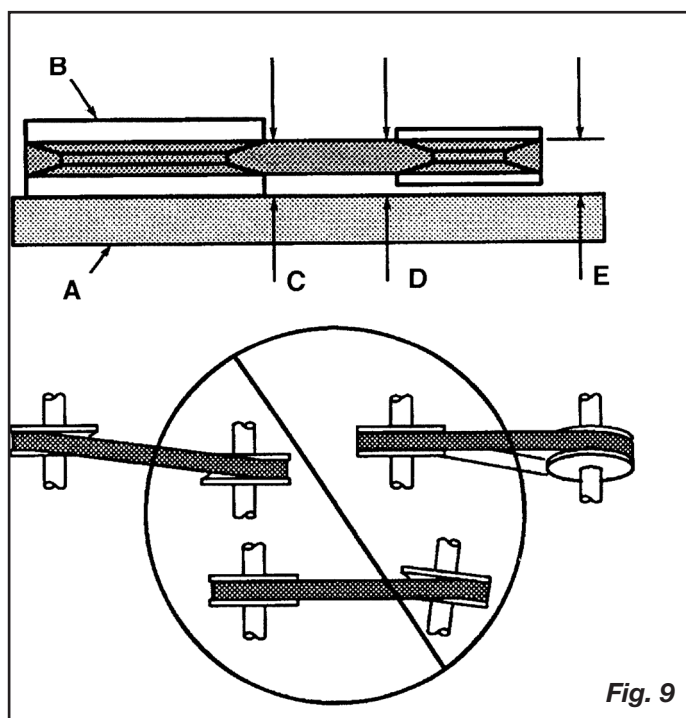

Fig. 9
Pour vérifier l'alignement de la poulie, placez une règle (A) contre le volant-moteur du compresseur (B) (Fig. 9). Mesurez et notez la distance entre la règle et le bord de la courroie d'entraînement au point C. Mesurez ensuite de nouveau la distance entre la règle et le bord de la courroie d'entraînement aux points D et E. Les deux distances doivent correspondre à la même distance qu'en C. Si D ou E est différent de C, il existe un défaut d'alignement qu'il faut corriger avant de faire fonctionner le compresseur. Pour corriger un défaut d'alignement de la poulie, procédez comme suit :